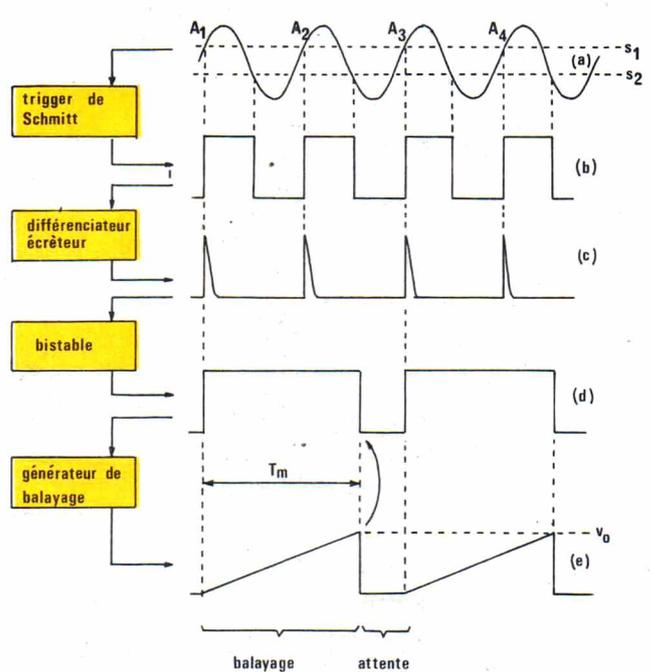
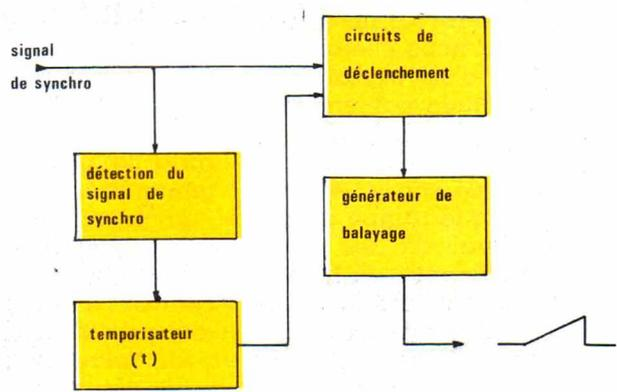

Figure 5
Figure 8
Les circuits successifs que met en œuvre une base de temps déclenchée, et les différentes étapes de traitement du signal, sont illustrés par le diagramme sur la figure 5.
Il apparaît finalement, à l'examen du diagramme de la figure 5, que :
— le départ de chaque dent de scie coïncide avec l'un des passages de la tension de déviation verticale à travers un seuil s_1 , positif dans notre exemple. Tous les balayages commencent donc en des points identiques ($A_1, A_3...$ dans la figure 5),
Le mode « normal » est celui que nous avons illustré par la figure 5 ; il nécessite, pour obtenir un balayage horizontal et assurer l'allumage du spot, la présence d'un signal de déclenchement, en l'absence duquel on n'observerait aucune trace sur l'écran. Le mode « automatique » permet d'obtenir un trait horizontal de référence, même en l'absence de signal. Le principe de son fonctionnement est expliqué par référence au schéma de la figure 8.
- le seuil, c'est-à-dire le niveau de la tension de synchronisation qui commande le basculement du trigger de Schmitt (revoir la figure 5).